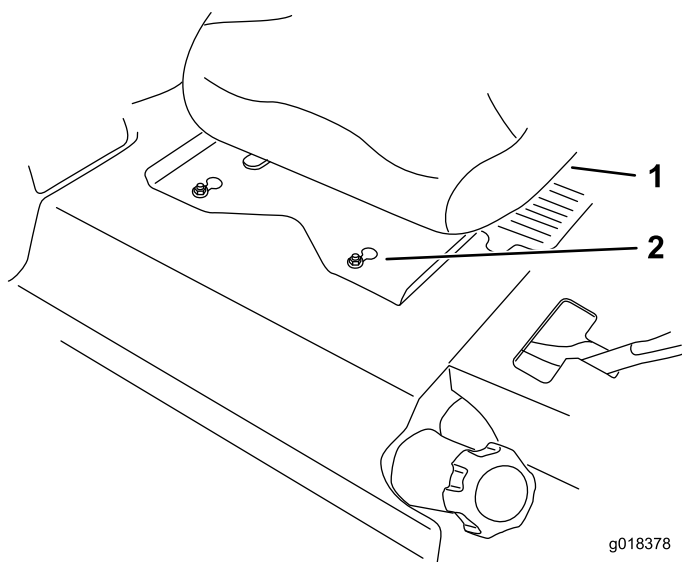

Figure 63
7. Faites coulisser le siège et son plateau en avant pour faire passer les écrous avant par l'encoche en trou de serrure (Figure 63).